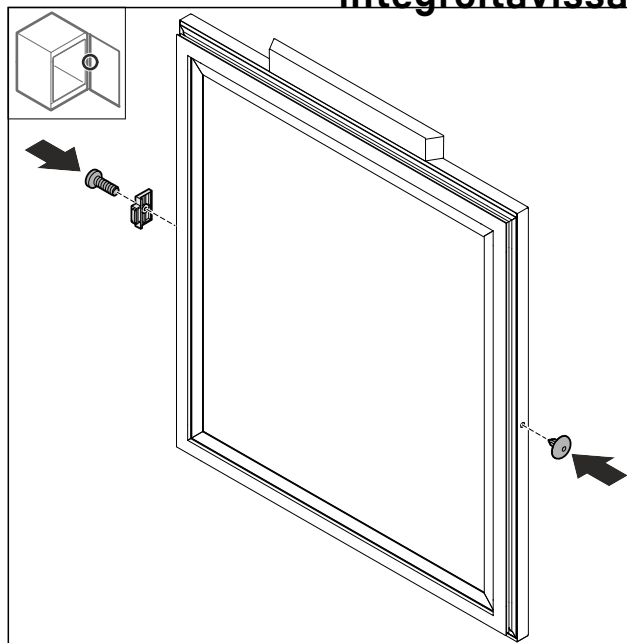

Fig. 74
- Asenna oven pysäytin Fig. 74 (1) 180° käännettynä vastakkaiselle puolelle.
- Aseta suojus Fig. 74 (2) vastakkaiselle puolelle.